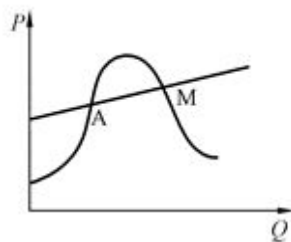

图 F-2 风机特性曲线
(1) 施工工艺比较简单的工序，一般由检修人员自检，班组长重点进行帮助，并全面掌握检修质量。
(2) 对于重要工序由总工程师按检修工艺的复杂性和部件的重要性，确定分别由班组、车间、厂(处)负责验收。重要工序的零星验收、分段验收项目及技术监督项目，应填写零星验收单和分段验收单，其内容有验收项目、技术记录及资料、验收意见、质量评价及检修人员和验收人员的签名等。
(3) 有关各项技术监督的验收项目应由专业人员参加验收。
36. 分析图 F-2 中风机特性曲线上工作点不稳定的原因。